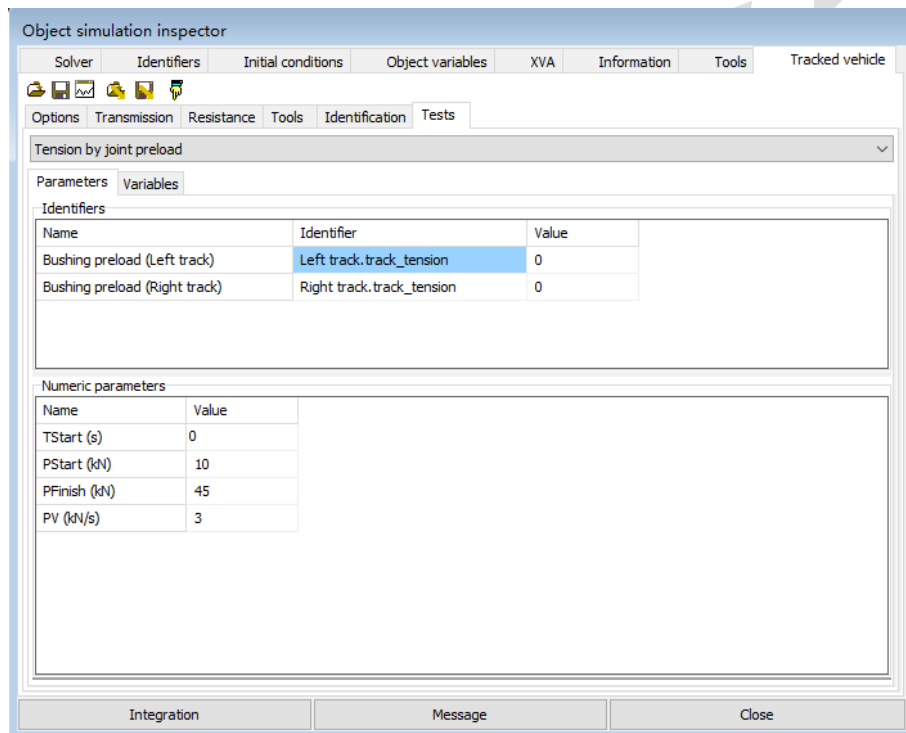

图 2.10
1. 按图 2.10 所示，在 **Parameters** 页面设置履带张紧试验的参数，表示从 **0s** 开始加载，初始载荷为 **10kN**，终了载荷为 **45kN**，每秒的载荷增量为 **3kN**。